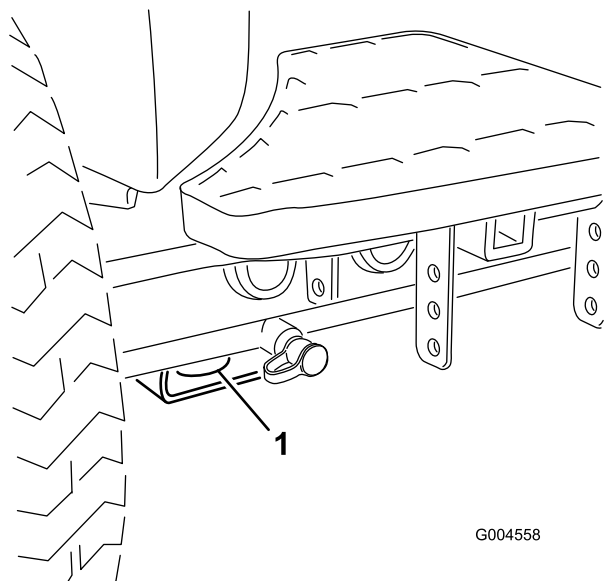

Figura 44
- Anteriore – foro nel supporto rettangolare, sotto il tubo dell'assale, all'interno delle ruote anteriori (Figura 44).